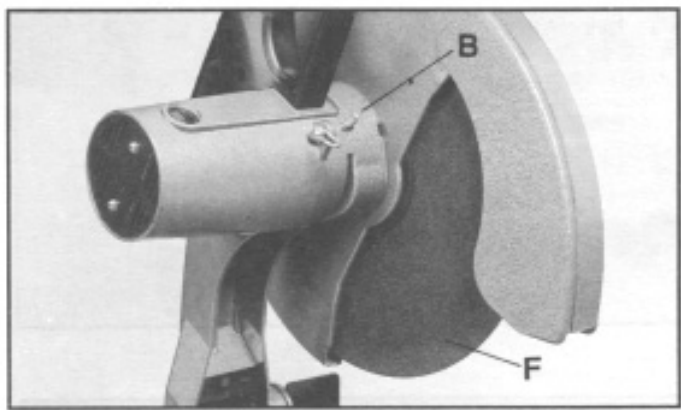

Fig. 22
3. Appuyer sur l'axe de blocage d'arbre (B) FIG.22 et tourner le disque (F) à la main afin de bien engager l'axe de blocage.